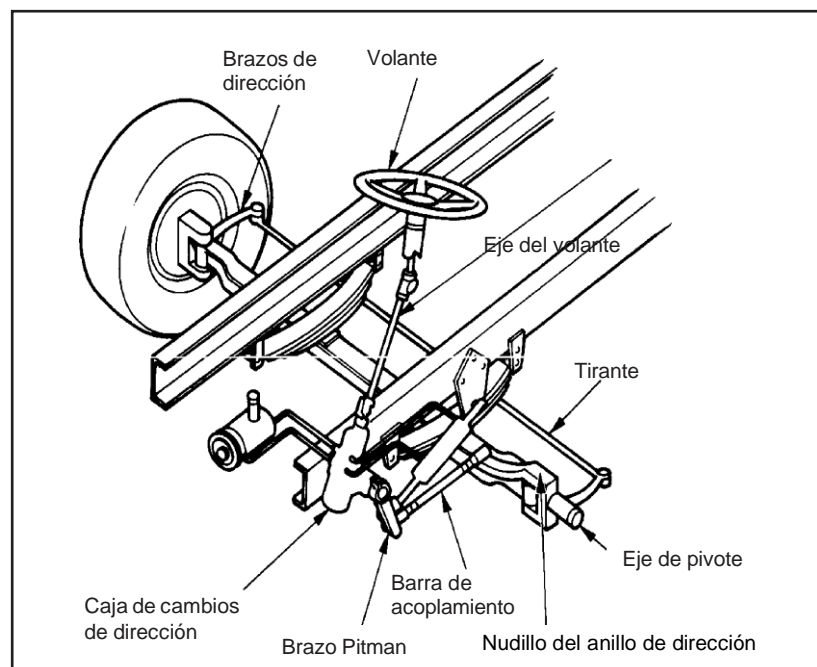

Figura 2.1
- Si tiene dirección asistida, revise las mangueras, las bombas y el nivel de líquido; comprobar si hay fugas. (Ver Figura 2.1.)